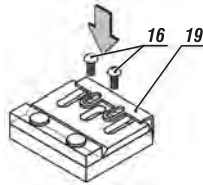

fig. 12 – fijación de la cuchilla en la placa de ajuste
8. Coloque los tornillos (16) y fije la placa de ajuste (19), conforme muestra la fig. 12.
9. Recoloque el conjunto de la cuchilla en el tambor de la máquina (20), coloque la protección (17) y fije con los tornillos (16) apriételos con la llave (15), conforme fig. 12.
11. Gire el tambor de la máquina (20) con la mano, certificándose de que las cuchillas no estén chocando con ninguna parte de la máquina.